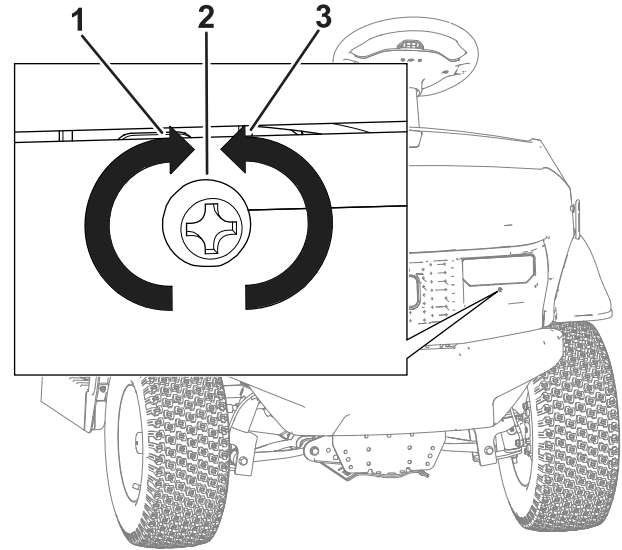

Figura 47
5. En la parte delantera del faro, gire el tornillo de ajuste para pivotar el conjunto y alinear la posición del haz de luz (Figura 47).